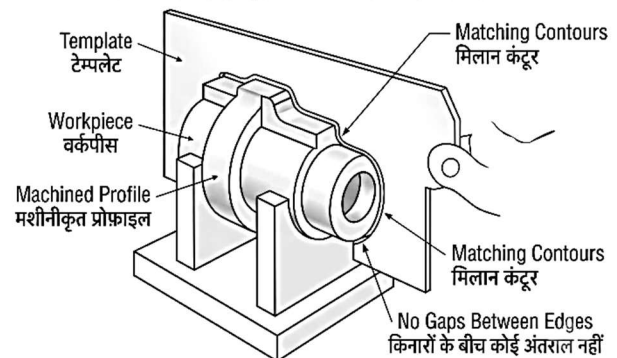

Fig. 2.10: Radius Gauges and Templates | त्रिज्या गेज एवं टेम्पलेट्स
2.10.1 Introduction (Fig. 2.10)
2.10.1 परिचय (Fig. 2.10)